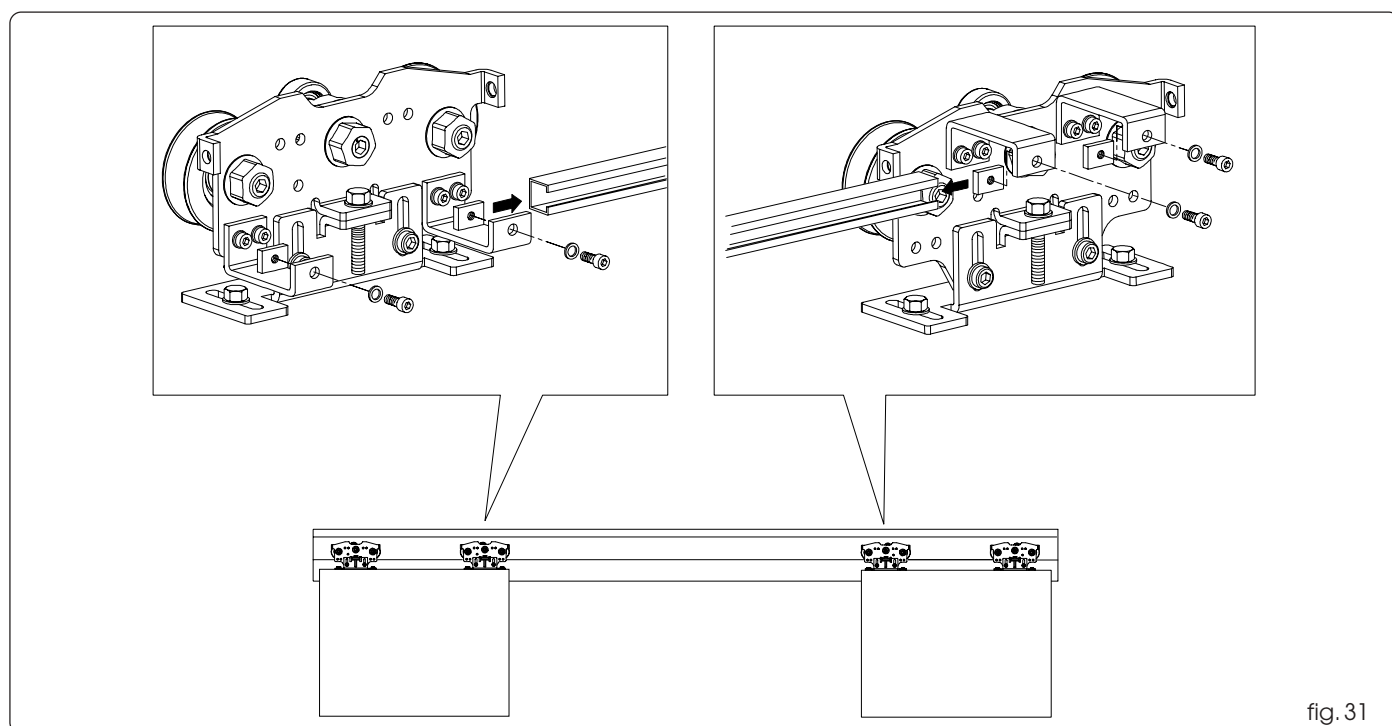

fig. 31
- Amener les vantaux en position d'ouverture (fig. 31).
- Introduire deux plaquettes à trou taraudé à l'intérieur de chacune des deux tiges d'actionnement (fig. 31).